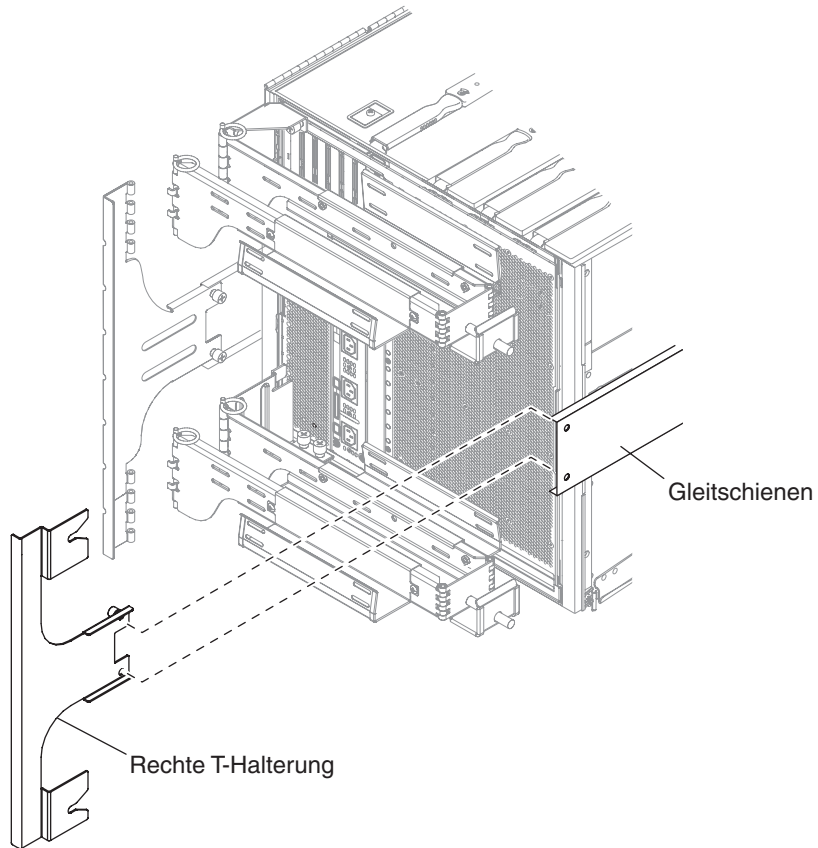

ABBILDUNG 1-24 Befestigen der rechten T-Halterung
7. Befestigen Sie die rechte T-Halterung mit den beiden unverlierbaren Schrauben an der rechten Gleitschiene (ABBILDUNG 1-24).